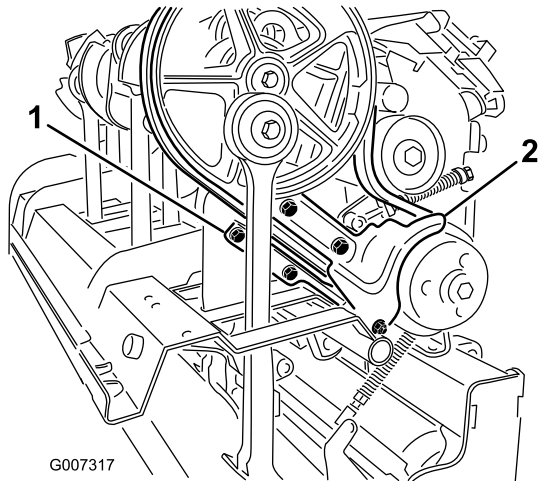

Figura 37
3. Rimuovete i dispositivi di fissaggio che ancorano il carter dello sporco e il carter della cinghia inferiore (Figura 37). Rimuovete il carter dello sporco e il carter della cinghia inferiore.